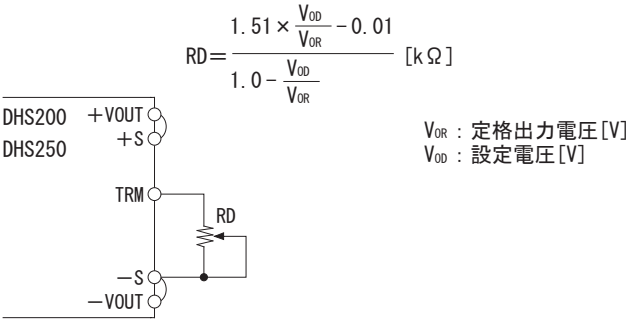

図4.7 出力電圧を低く設定する場合 (DHS200/250)
(2) 出力電圧を低く設定する場合
■図4.7のように接続することで、出力電圧を低く設定することができます。外付け抵抗RDは、次の式によって計算できます。